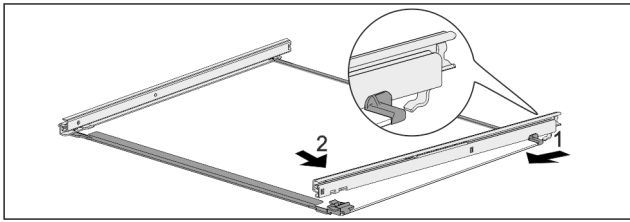

Fig. 140 Placa de sticlă cu șine
- ▶ Agățați șina în partea din spate. Fig. 140 (1)
- ▶ Înclicetați șina în partea din față. Fig. 140 (2)